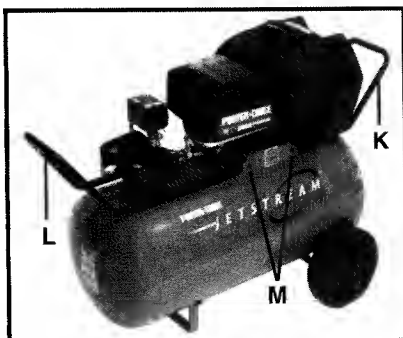

Fig. 5
1. Vea la Fig. 5. Posicione las patas del mango (L) en el interior de la silla del compresor. Alinee los agujeros de las patas del mango con los agujeros de la silla. Posicione las patas del bastidor de la manguera (K) en el interior de las patas del mango. Alinee los agujeros del bastidor de la manguera con los del mango y de la silla. Utilice una llave de $\frac{3}{8}$ " para fijar el mango y el bastidor de la manguera en la posición correcta con los cuatro tornillos suministrados (dos tornillos (M), a través de cada lado de la silla).